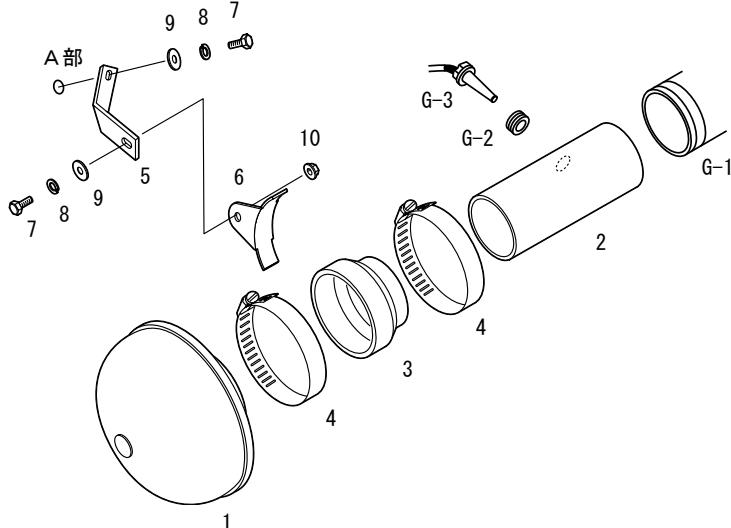

図3
- (2) キットパーツを仮付けしてください。(図3、図4)